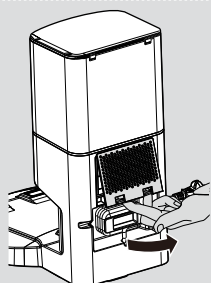

Fig. 10
1. Solte a tampa do filtro de exaustão e remova o filtro de exaustão. [Fig. 10,11]